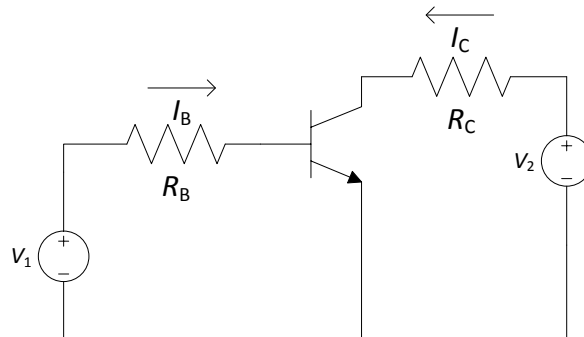

Figura 2. Circuit per a l'operació del transistor en les regions de tall, activa i saturació.
Respecte al circuit de la **Error! No s'ha trobat l'origen de la referència.** y Figura 2, en les següents qüestions suposarem per al seu anàlisi teòric un model simplificat del transistor on en la regió de polarització directa (o activa) i de saturació $V_{BE} = 0,65$ V y en la de saturació $V_{CE} = 0,2$ V, mentre que per a les simulacions utilitzarem el model BC547.
- P3. Per al circuit de la Figura 2 amb $R_B = 100 \text{ k}\Omega$, $R_C = 1 \text{ k}\Omega$ i $V_2 = 10 \text{ V}$
- P4. Per al circuit de la Figura 2 amb $R_C = 1 \text{ k}\Omega$ i $V_2 = 10 \text{ V}$ es vol fer treballar el transistor en les regions de tall i saturació¹. A tal fi:
- Munteu el circuit de la Figura 2 amb $R_B = 100$ k Ω , $R_C = 1$ k Ω , $V_1 = 0$ V i $V_2 = 10$ V.